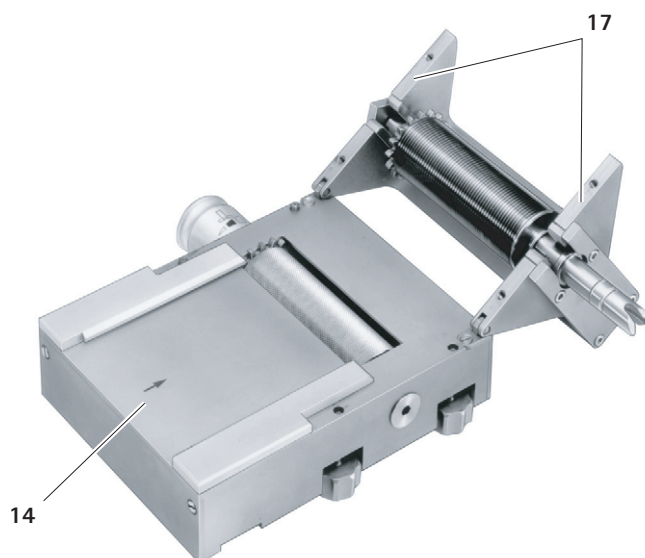

Fig. 2
- Abrir la parte superior 17, ver Fig. 2.
- Desplegar la parte superior 17 sobre la parte inferior 14, ver Fig. 2.